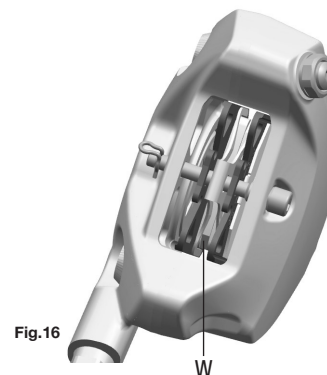

Fig.16
- desgaste excesivo de las pastillas de frenos (ya que no se ve la marca de desgaste de una o varias pastillas) (W - Fig.16)